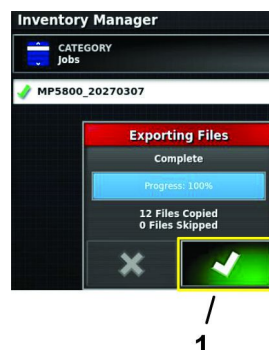

Figure 92
10. Dans la boîte de dialogue Exportation de fichiers, appuyez sur l'icône de confirmation (Figure 92).